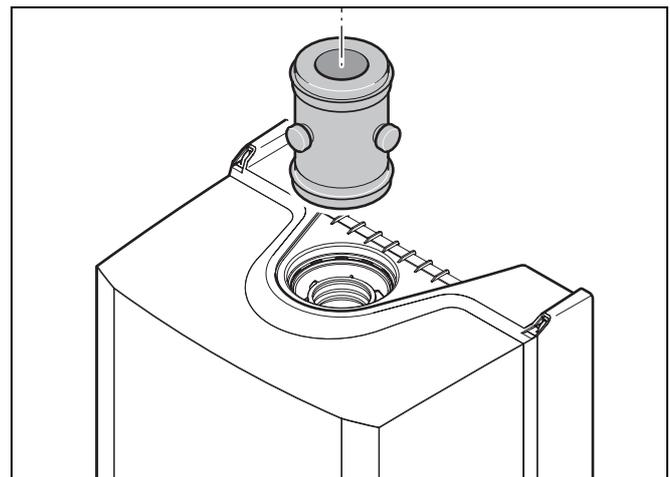

Fig. 6 Tuyau vertical d'évacuation des fumées
- Monter le tuyau vertical d'évacuation des fumées sur l'adaptateur des fumées (fig. 6).